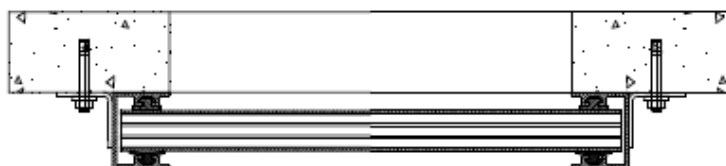

Figura 14
- Perforar e instalar los demás anclajes (ver Figura 14)